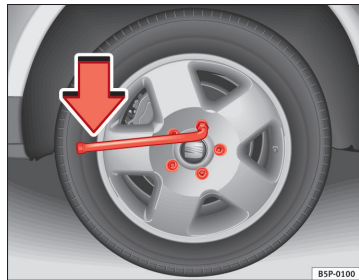

Fig. 156 Hjulskift: Sådan løsnes hjulboltene.
- Tag fat i enden af hjulnøglen, og drej bolten ca. en omdrejning mod **venstre** ⇒ Fig. 156.